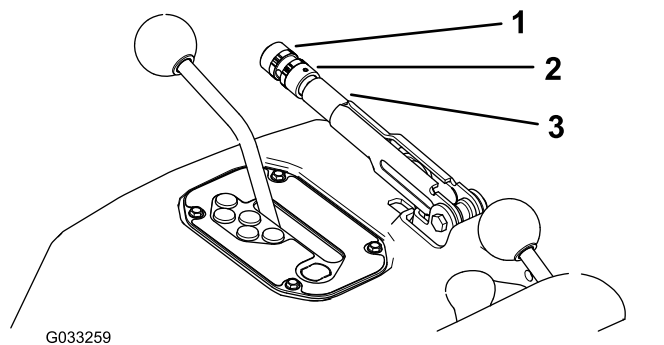

Figura 78
2. Allentate la vite a pressione che fissa la manopola alla leva del freno di stazionamento (Figura 78).
3. Girate la manopola (Figura 78) finché non occorre una forza di 20–22 kg per azionare la leva.
4. Serrate la vite a pressione una volta finito (Figura 78).